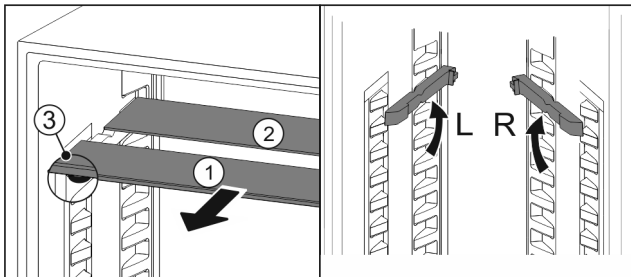

Fig. 74
- Sortir les tablettes par l'avant Fig. 74 (1).
- ▷ La tablette en verre Fig. 74 (1) avec bordure décorative est située à l'avant.
- ▷ Les butées Fig. 74 (3) sont orientées vers le bas.